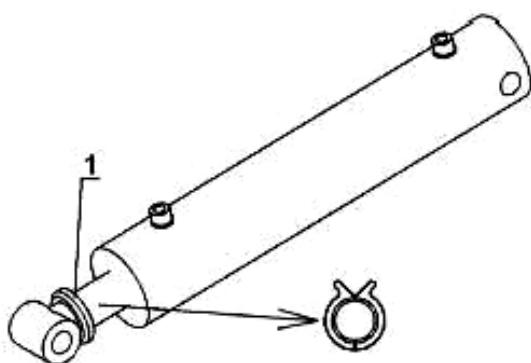

Рисунок 15.
Регулировка глубины обработки осуществляется путем установки клипс различной толщины на шток гидроцилиндра (1) опорных колес (рис. 15) и углом атаки дисковых батарей (чем больше угол атаки – тем большее глубина обработки).